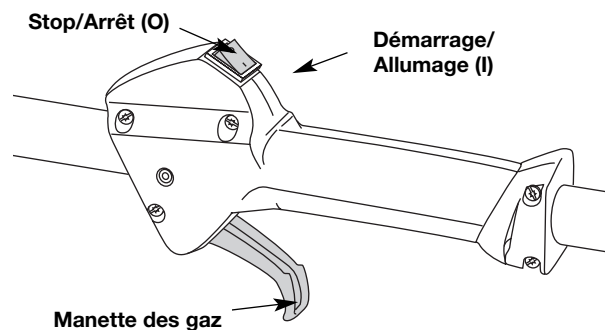

Fig. 6
3. Assurez-vous que l'interrupteur On/Off (Marche/Arrêt) est bien en position ON (I) (Fig. 6).